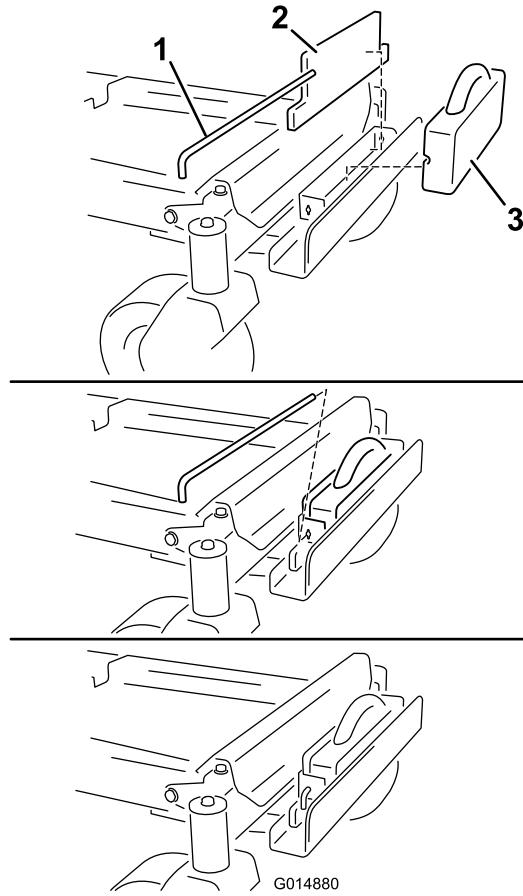

Figura 9
6. Installate una zavorra piatta alla staffa di supporto e spostatela all'indietro, a livello con la staffa (Figura 9).
- 7. Installate una zavorra a valigia di fronte alla zavorra piatta (Figura 9).
- 8. Assicurate le zavorre alla staffa con la barra trasversale sagomata (Figura 9). Installate la barra e ruotate di 90 gradi verso il basso per bloccarla in posizione.